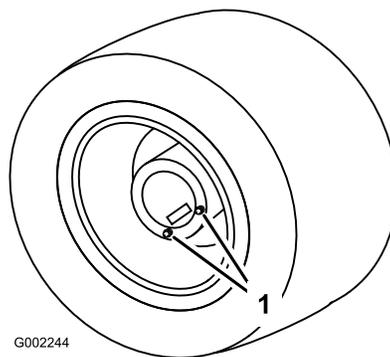

Figura 49
1. Posizionate l'irroratrice su un terreno pianeggiante con le ruote posteriori in posizione di spurgo come illustrato nella Figura 49.
3. Mettete una bacinella sotto i tappi di spurgo e toglieteli dalla ruota (Figura 49).